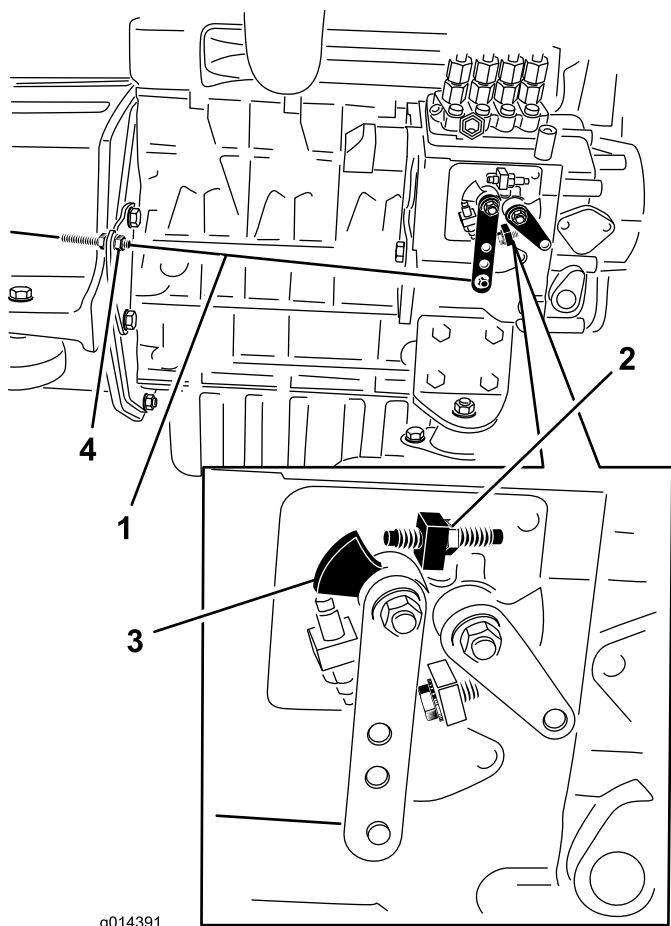

Рисунок 35
- Проверьте положение рычага переключения скоростного диапазона на топливном насосе. Когда рычаг дроссельной заслонки находится в положении FAST (фиксированном), рычаг переключения скоростного диапазона должен касаться винта высоких оборотов (Рисунок 35).
- При необходимости положение зажимных гаек тросика дроссельной заслонки можно отрегулировать так, чтобы рычаг переключения скоростного диапазона касался винта высоких оборотов, когда рычаг дроссельной заслонки находится в положении FAST (фиксированном) (Рисунок 35). **Не регулируйте винт высоких оборотов на рычаге управления скоростью.**